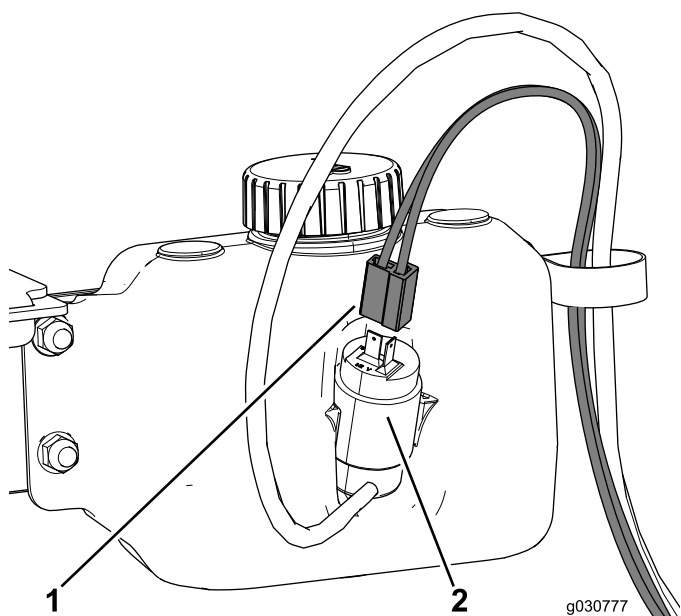

図 48
4. ウォッシャーボトル用ワイヤハーネスをRクランプに通し、ボトルに接続する 図 48。